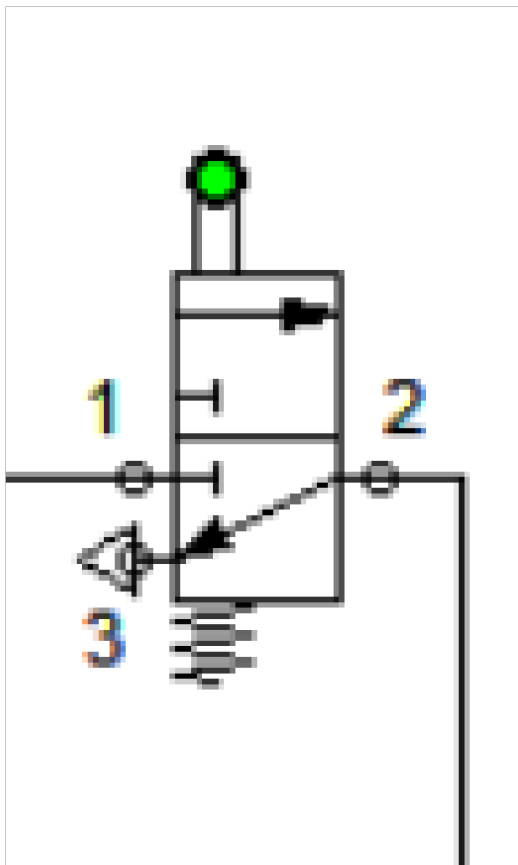

Ilustración 2.9
Paso 8.- Damos doble clic al rodillo para poner marca. (Ilustración 2.9).